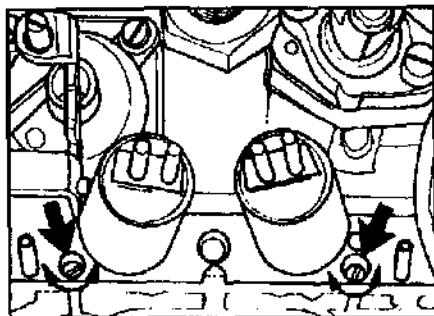

Рис.3 Винты регулировки качества смеси.
- Если значения не равны между собой, то необходимо снять предохранительные заглушки регулировочных винтов качества смеси и их вращением подкорректировать показания. (Рис.3).